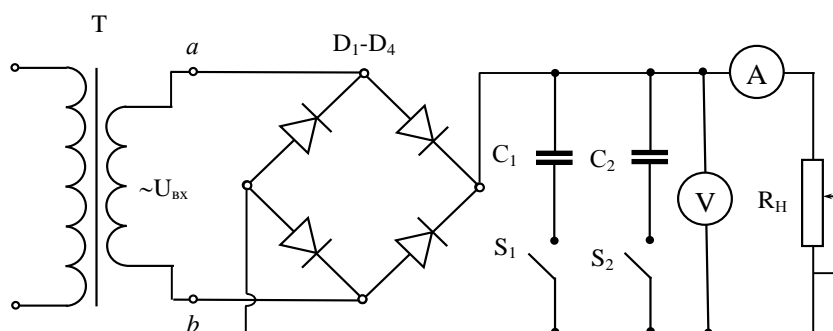

Рис.11
1. Собрать схему согласно рис.11 с переменным нагрузочным сопротивлением  $R=470$  Ом.